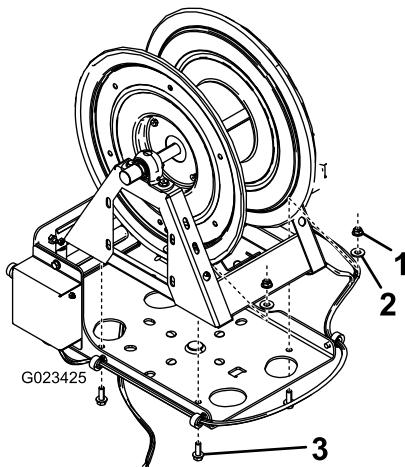

Bild 22
- Befestigen Sie die Schlauchtrommel mit vier Schrauben (3/8"-16 x 1"), vier Scheiben (7/16") und vier Bundmuttern (3/8"-16) an der Schwenkplatte, wie in Bild 22 abgebildet.